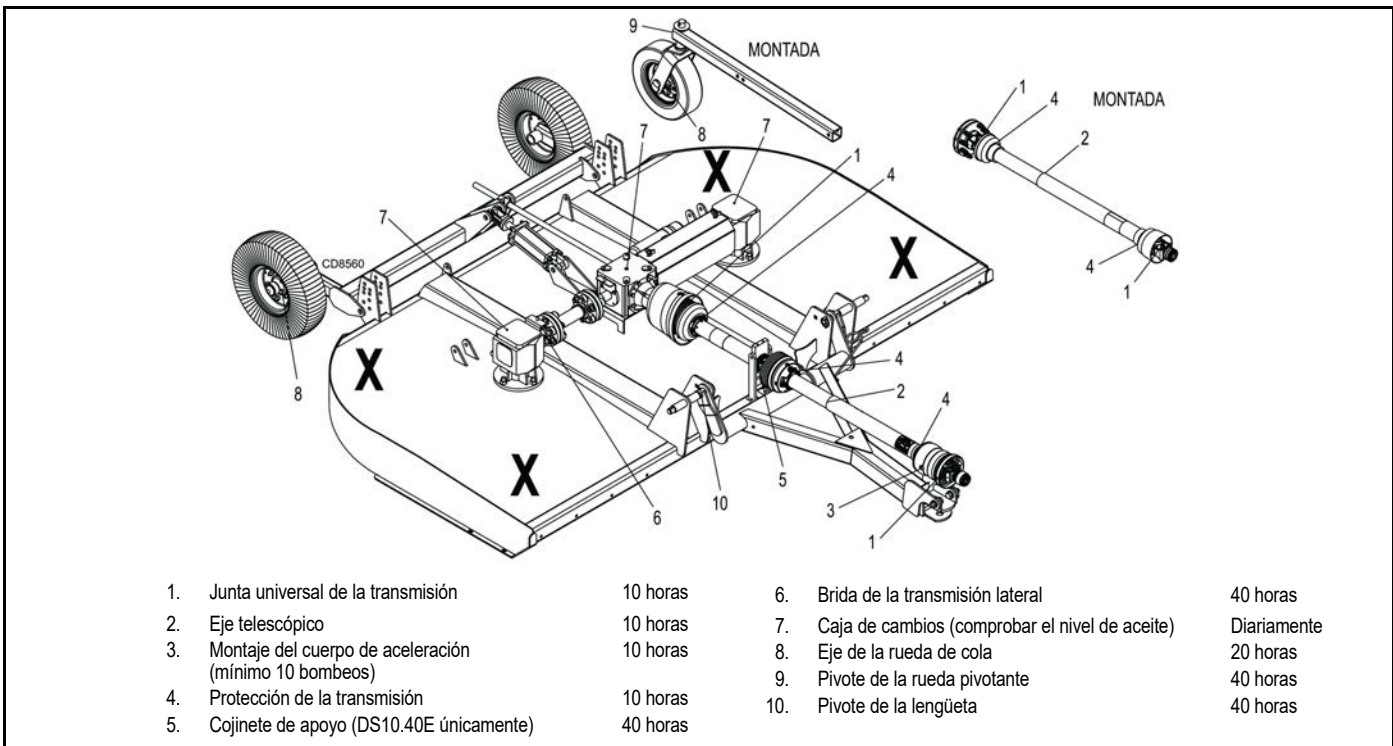

Figura 11. Colocación del pie de apoyo y puntos de lubricación
1. Un pie de apoyo con una capacidad de carga de 453,6 kg (1.000 lb), o más son los únicos dispositivos de bloqueo aprobados para esta desbrozadora. Instale al menos cuatro pies de apoyo (tal y como **X** muestra en Figura 11) bajo la desbrozadora antes de trabajar debajo de ella.
Consulte la Figura 11 para saber más sobre puntos de lubricación y frecuencia, o lubricación basada en condiciones de operación normales. La condiciones severas o inusuales podrían requerir una lubricación más frecuente.
2. Levante la desbrozadora y bloquéela de forma segura. (Consulte la Figura 11).
3. Alinee el travesaño (5) con el orificio de acceso de la cuchilla en el bastidor de la desbrozadora. Retire el tornillo de casquete (27), el pasador de horquilla de bloqueo de la cuchilla (13), la placa con bocallave (12) y las cuñas (10 y 11). Saque con cuidado la chaveta de la cuchilla (9) del travesaño.
4. Gire el travesaño (5) y repita el proceso para la cuchilla opuesta.